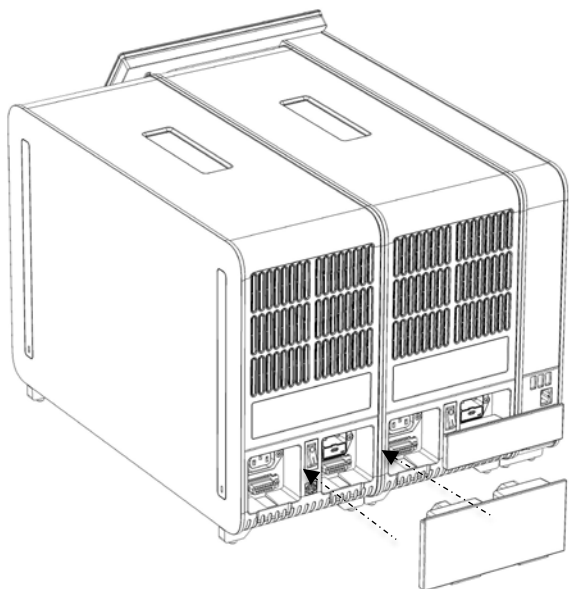

Рис. 18. Приєднання з'єднувального моста аналітичних модулів.
6. Під'єднайте з'єднувальний міст аналітичних модулів на задній панелі аналізатора КВІАстат-ДКс (QIAstat-Dx) 1.0, щоб об'єднати два модулі (рис. 18, наступна сторінка).